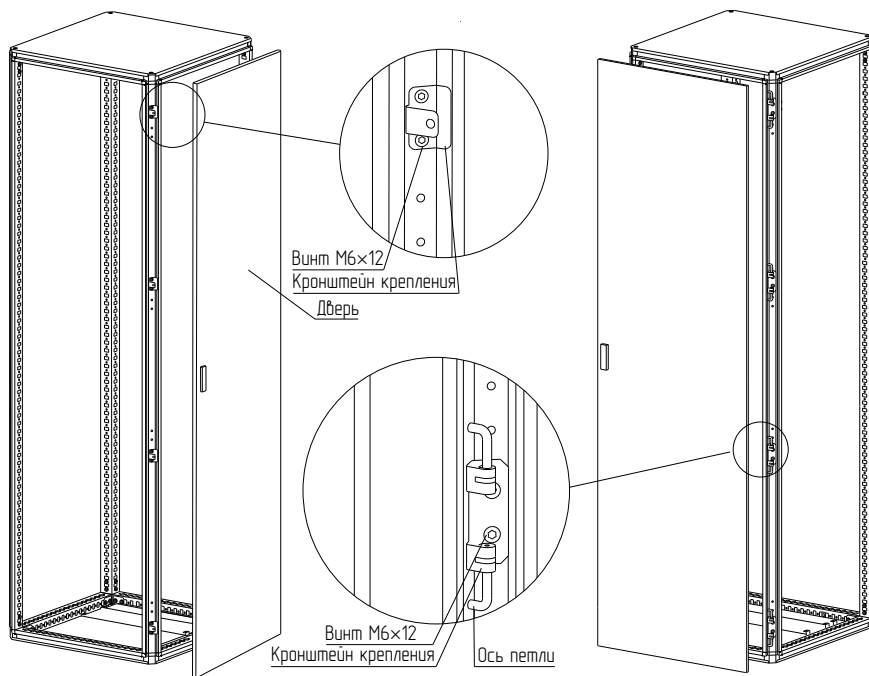

Рисунок 22
4.11.2 Закрепите петли на каркасе на левой или правой стойке. На рисунке для примера изображено правое крепление петель (Рисунок 22). Для крепления использовать винты М6×12. Момент затяжки – 7 Н·м.